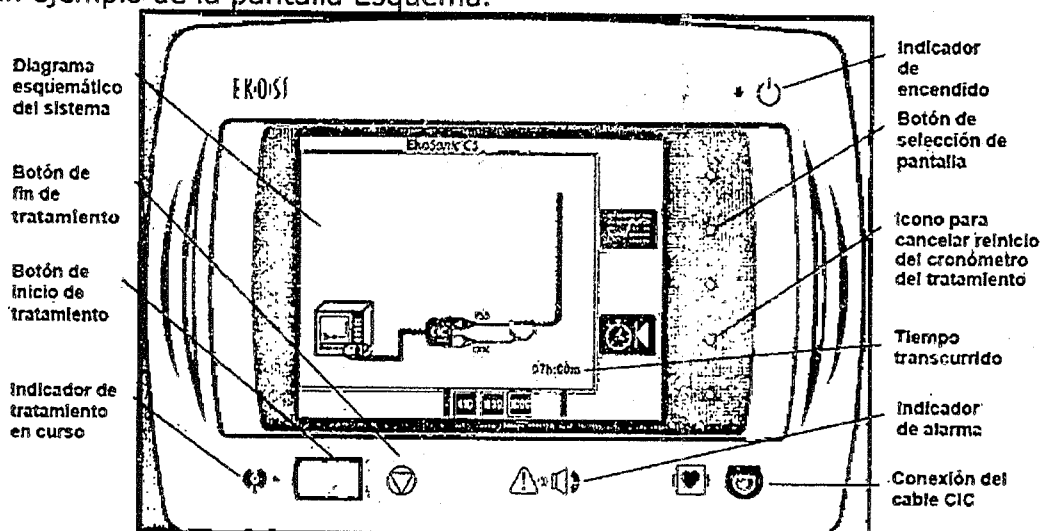

Figura 4. Unidad de control EkoSonic en la pantalla Esquema
2. Cuando la Unidad de control haya completado satisfactoriamente la autoevaluación, el software pasará a la pantalla Esquema. Véase en la Figura 4 un ejemplo de la pantalla Esquema.
3. En la Figura 4 se muestra específicamente que el Cable de interfaz del conector (CIC) no se enchufó en la Unidad de control. El círculo rojo alrededor del enchufe en el panel frontal en la pantalla Esquema indica dónde debe enchufarse el cable CIC a la Unidad de control. No se permitirá la salida de ultrasonido a menos que el cable CIC, el catéter IDDC y el dispositivo MSD estén correctamente conectados al cable CIC. Para evitar desconexiones involuntarias,